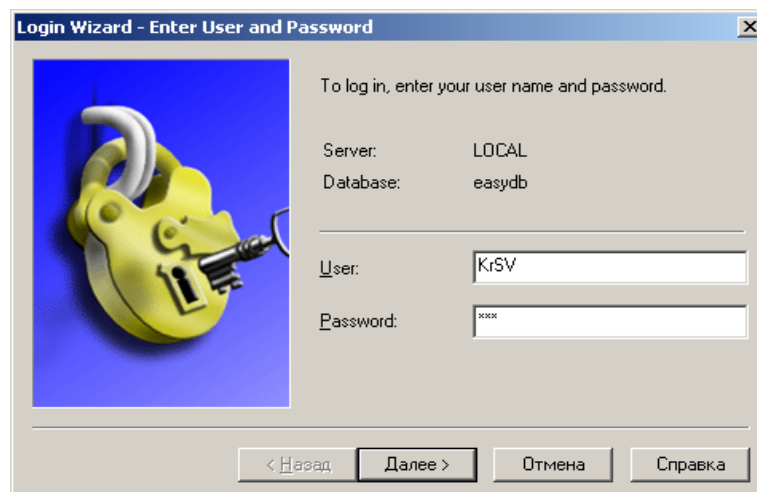

Рис. 3. Окно ввода имени пользователя и пароля
14. Подключите пользователя к базе данных (рис. 3) в следующей последовательности: